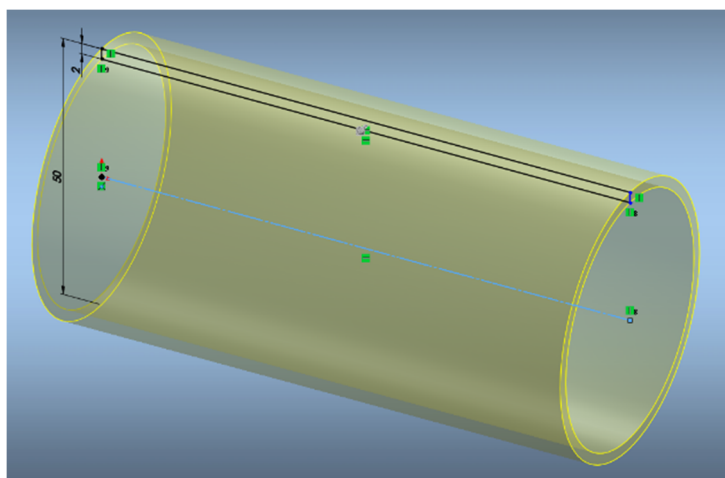

Рисунок 5 –Создание детали трубы с помощью задания замкнутого контура в эскизе и элемента Повернутая Бобышка
3. Создание детали трубы с помощью задания замкнутого контура в эскизе и элемента «Повернутая Бобышка» (Рисунок 5).